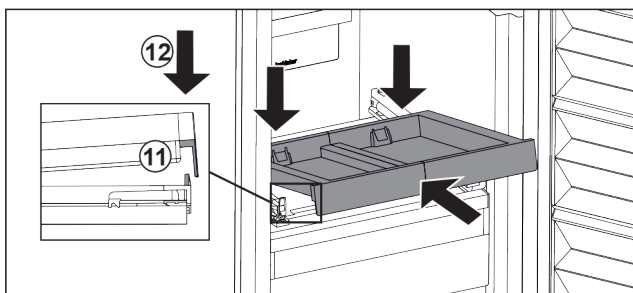

Fig. 37
▶ Вставьте, наклоняя вниз. Обратите внимание на то, чтобы на обеих сторонах упор был за накладкой. Fig. 37 (11)
▶ Снимите выдвижную панель спереди. Fig. 37 (12)